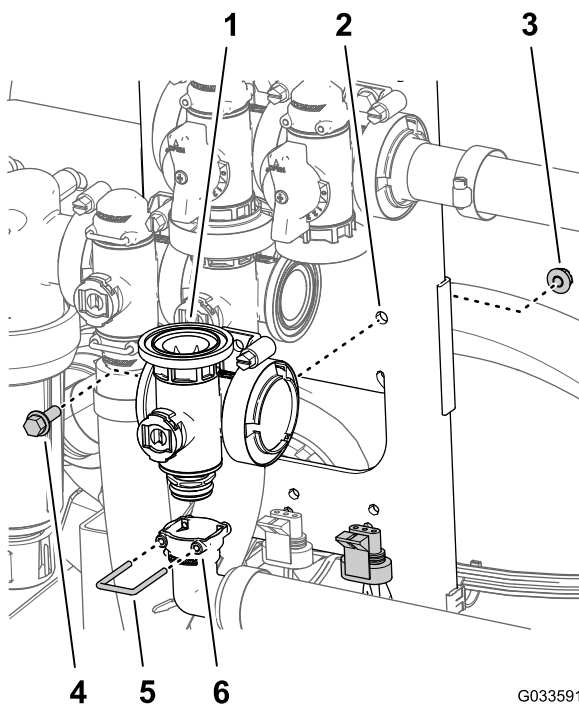

Figura 127
5. Allineate la presa del raccordo di uscita a 90° sul raccordo del connettore nella parte inferiore del collettore per la valvola principale delle barre (Figura 127).
6. Fissate il raccordo del connettore del raccordo di uscita inserendo un fermo nella presa del raccordo di uscita (Figura 127).